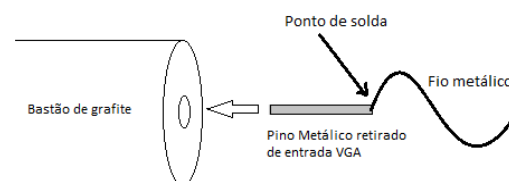

Figura 3 – Introdução do pino metálico
**2º Passo** – Com o auxílio do professor, introduza um pino extraído de uma entrada VGA no bastão e o solde em um fio metálico encapado obtido de pequenos circuitos conforme a mostra a figura 3.